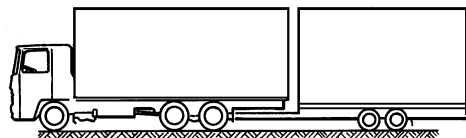

Fig. 3 Veicolo trainante con rimorchio a timone rigido
- **sbloccare il freno all'asse anteriore del rimorchio a timone articolato** (fig. 3)
Per l'agganciamento di un rimorchio a timone rigido (v. fig.3) osservare quanto segue: l'occhione di traino deve trovarsi al centro della testa campana; in caso contrario testa campana, occhione di traino, unità automatica e dispositivo di supporto possono essere danneggiati.